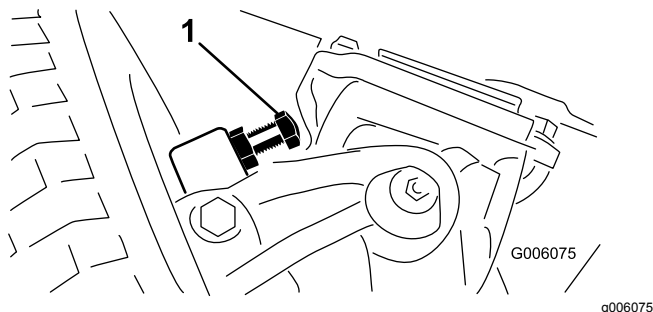

Figura 67
1. Enrosque o desenrosque los pernos hasta obtener el espacio de 2,3 mm; consulte la Figura 67.